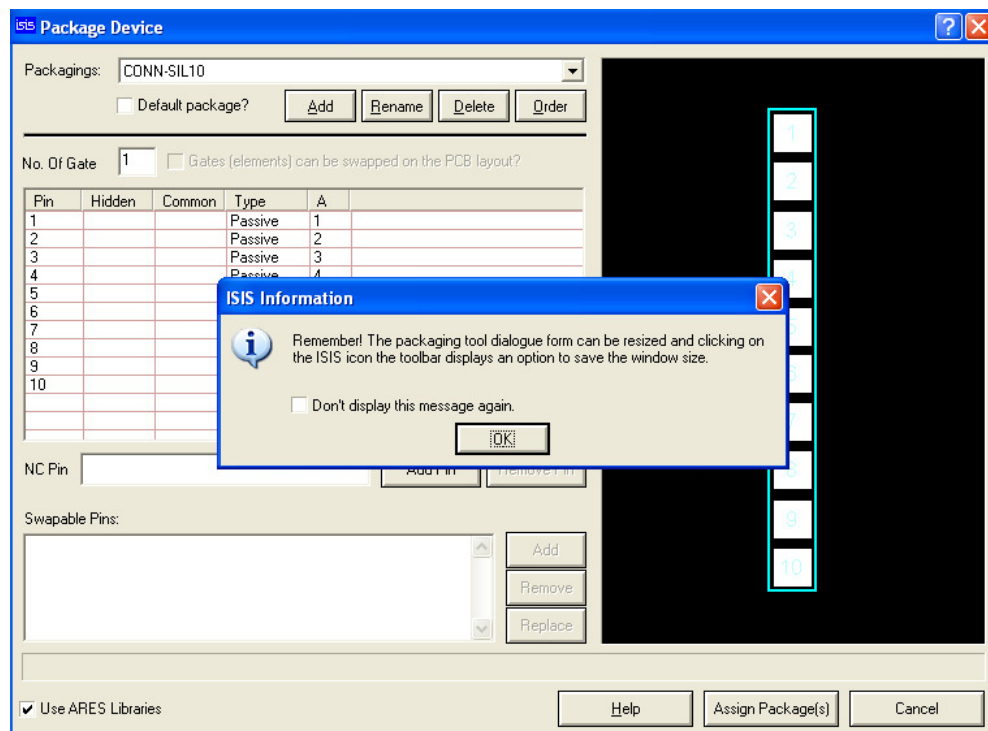

Figura 93: Janela **Packaging Device**.
- d. Abrirá a janela **Package Device**, conforme figura 93.